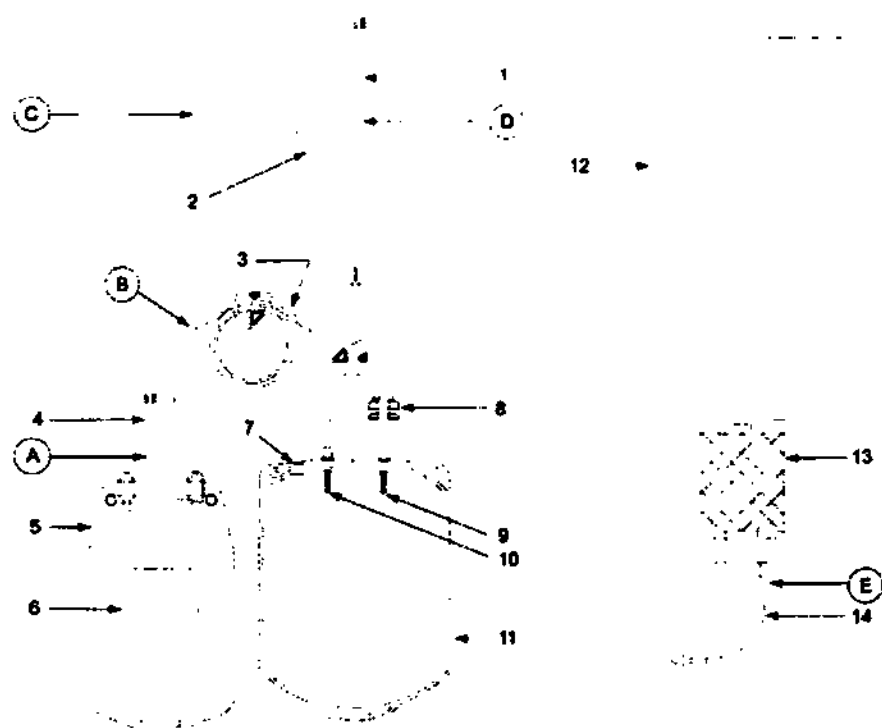

Рис. 1: Одноразовый комплект Mirasol для цельной крови
- одного светонепроницаемого пакета из фольги, содержащего один пакет с раствором рибофлавина (раствор рибофлавина в физиологическом растворе, 500 мкмоль) (см. Рис. 1);
- одного набора для облучения и хранения, пакета для хранения с прикрепленными трубками и хрупкими соединителями (см. Рис. 1).